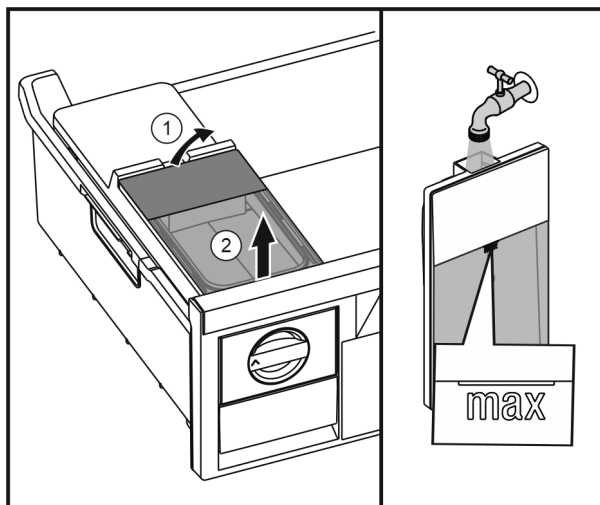

Fig. 29
- ▶ Ridicați rezervorul de apă din spate Fig. 29 (1) și scoateți-l în sus Fig. 29 (2).